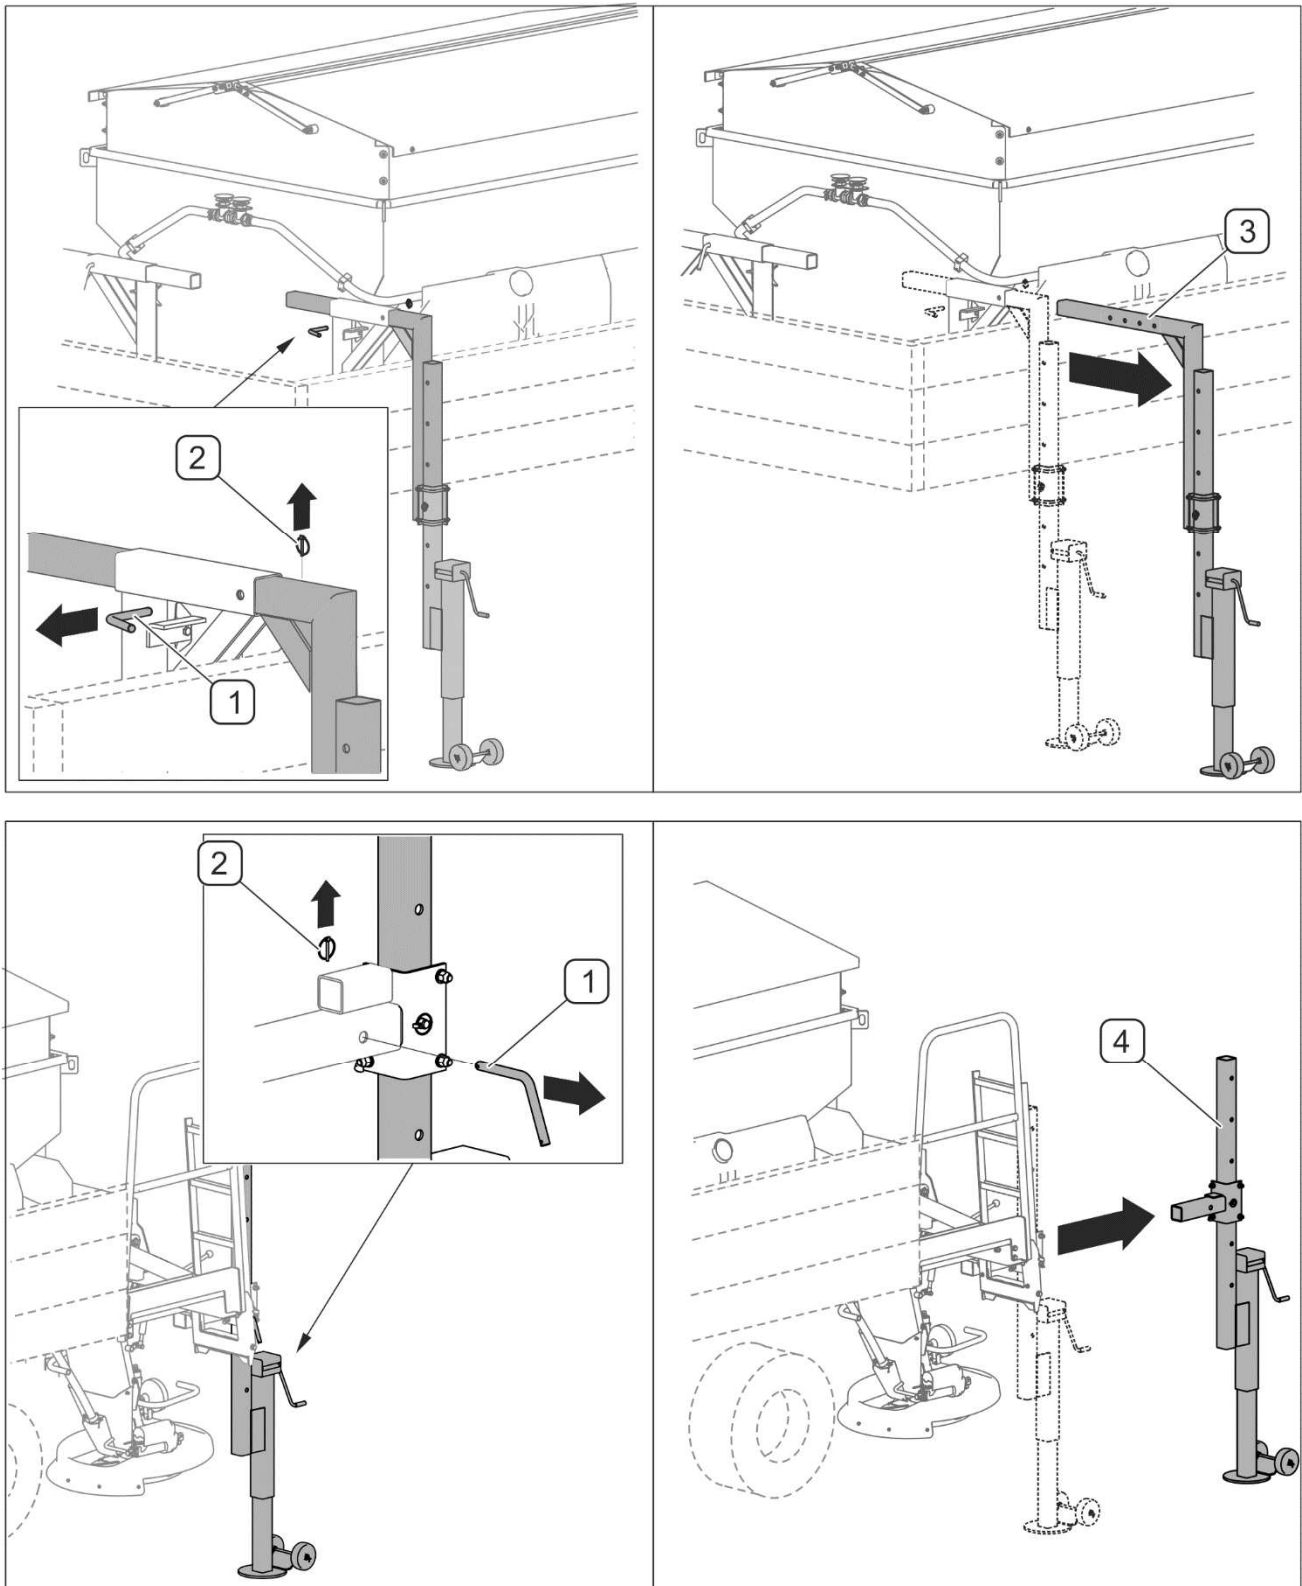

РИСУНОК 4.7 Демонтаж стояночных опор
- Когда машина полностью встанет на грузовую платформу, необходимо вынуть чеки (2) и шплинты (1), фиксирующие опоры в направляющих (РИСУНОК 4.7).
- Передние (3) и задние (4) опоры нужно демонтировать и сохранить для использования в дальнейшем.